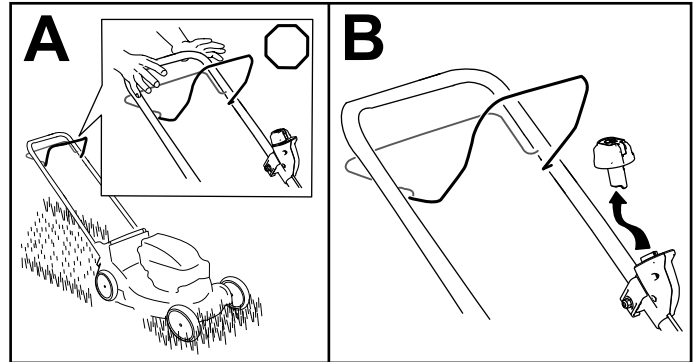

Bild 14
1. Lassen Sie den Schaltbügel los (A in Bild 14).
2. Entfernen Sie den Elektrostarttaster aus dem Elektrostartschalter (B in Bild 14).